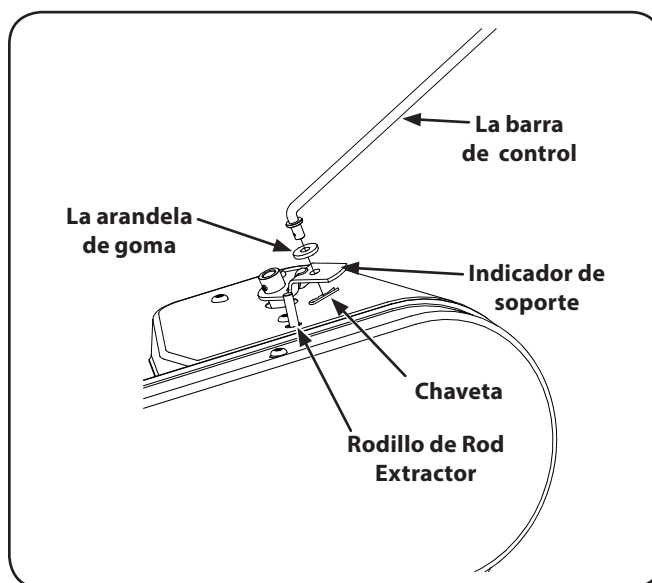

Figura 6-1
3. Retire el broche de chaveta y la arandela de resorte de la varilla de la polea loca. Vea la Figura 6-1.